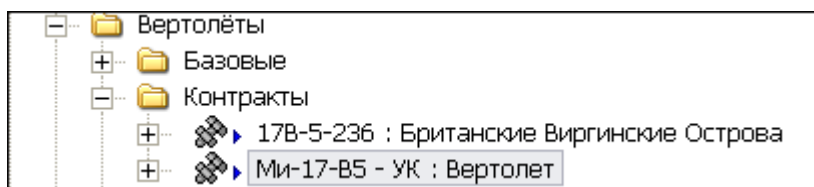

Рис. 75
1. В окне модуля PDM выделите изделие (Рис. 75).